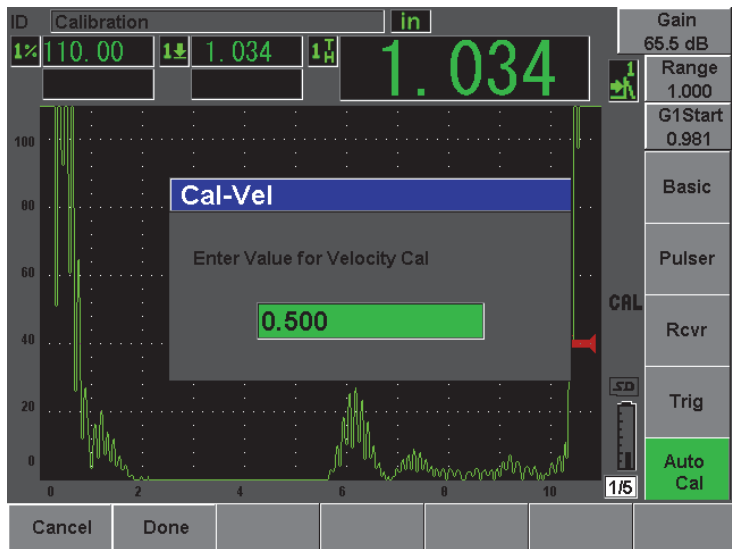

图 10-13 输入声速校准厚度值
15. 将数值调整到与闸门内信号指示的已知厚度值相应的数值（本例中为 0.500 in.），然后选择 **Done**（完成），完成校准过程（参见第 170 页的图 10-13）。